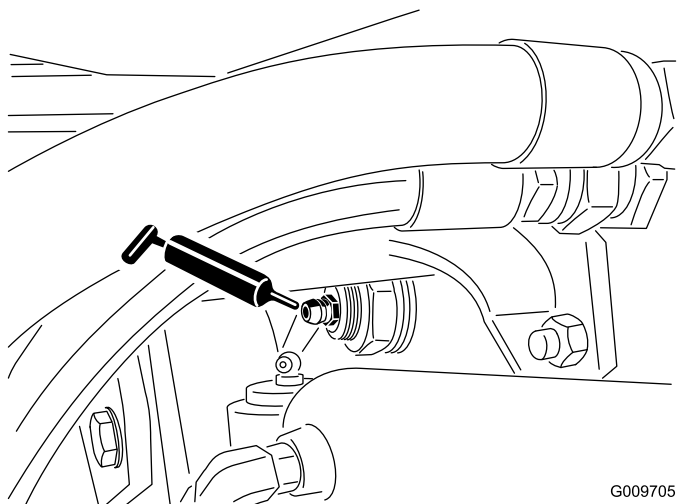

Figura 42
- Boccole orientabili (2) del ponte posteriore (Figura 42)